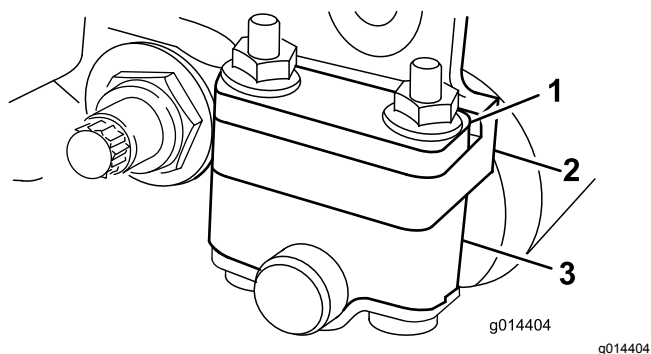
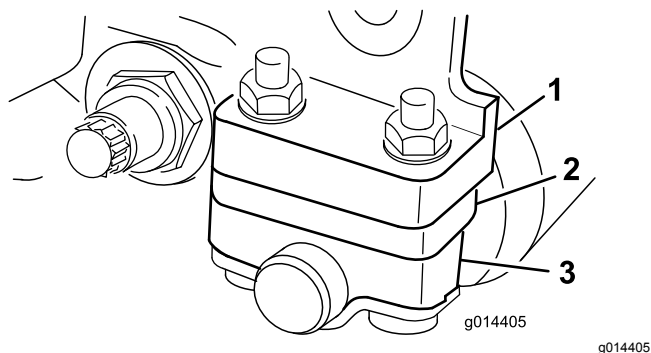

Figura 6
Figura 7
In base all'altezza di taglio desiderata occorrerà regolare le staffe del rullo posteriore (Figura 6 o Figura 7) nella posizione bassa o alta:
fabbrica) se l'altezza di taglio è compresa tra 1,6 mm e 6,4 mm (Figura 6).
- Collocate il distanziale sotto la flangia di montaggio della piastra laterale se l'altezza di taglio è compresa tra 3,2 mm e 25 mm (Figura 7).
4. Collocate i distanziali sulle viti al di sopra o al di sotto delle staffe del rullo, come opportuno (Figura 6 o Figura 7).